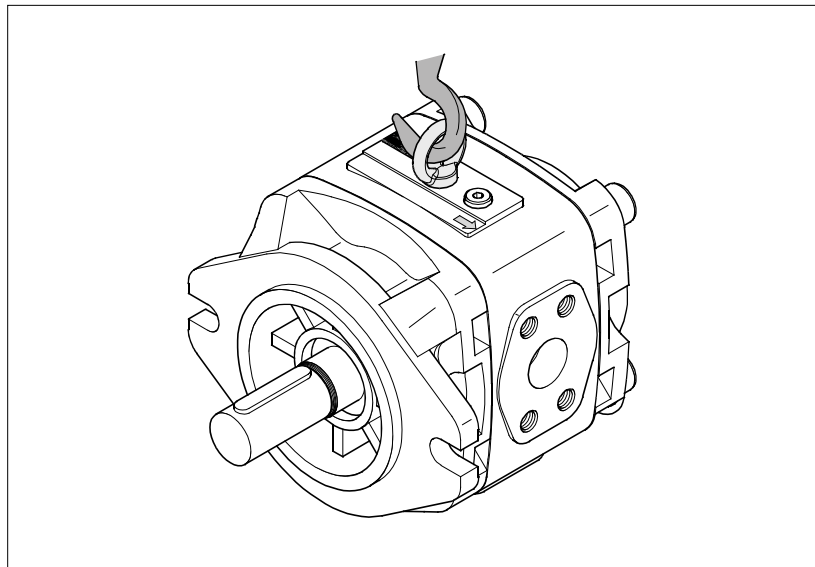

図 4: アイボルトを使用した取付
- ▶ 図4に示すように、怪我のリスクがないように、ねじ込み式アイボルトを使用して内接ギアポンプを吊り上げます。